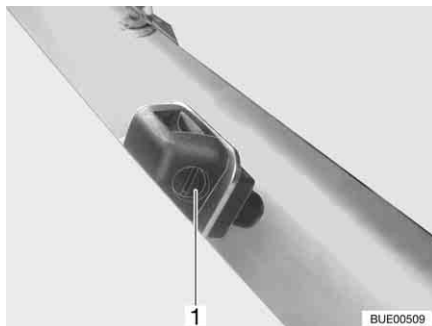

Fig. 44 Gicleur lave-glace
- Avec un tournevis adéquat, tourner la vis de réglage (Fig. 44, 1), jusqu'à obtenir la position souhaitée.